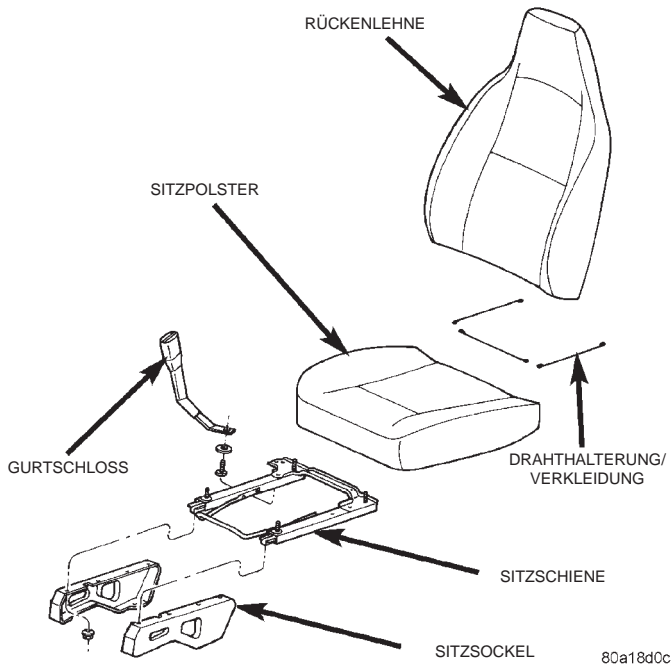

Abb. 53 Gurtschloß
(1) Befestigungsschraube lösen, mit der das Gurtschloß an der Sitzschiene/dem Sitzsockel befestigt ist (Abb. 53).
(2) Kabelbaum-Steckverbinder des Sicherheitsgurts abklemmen (nur Fahrersitz).
(3) Gurtschloß aus dem Fahrzeug nehmen.